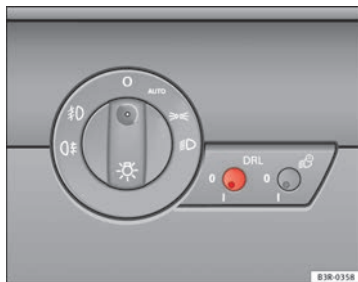

Abb. 90 Schalter Tagfahrlicht
- Drücken Sie kurz auf den Knopf ⇒ Abb. 90, um ihn aus seiner Position auszurasen.